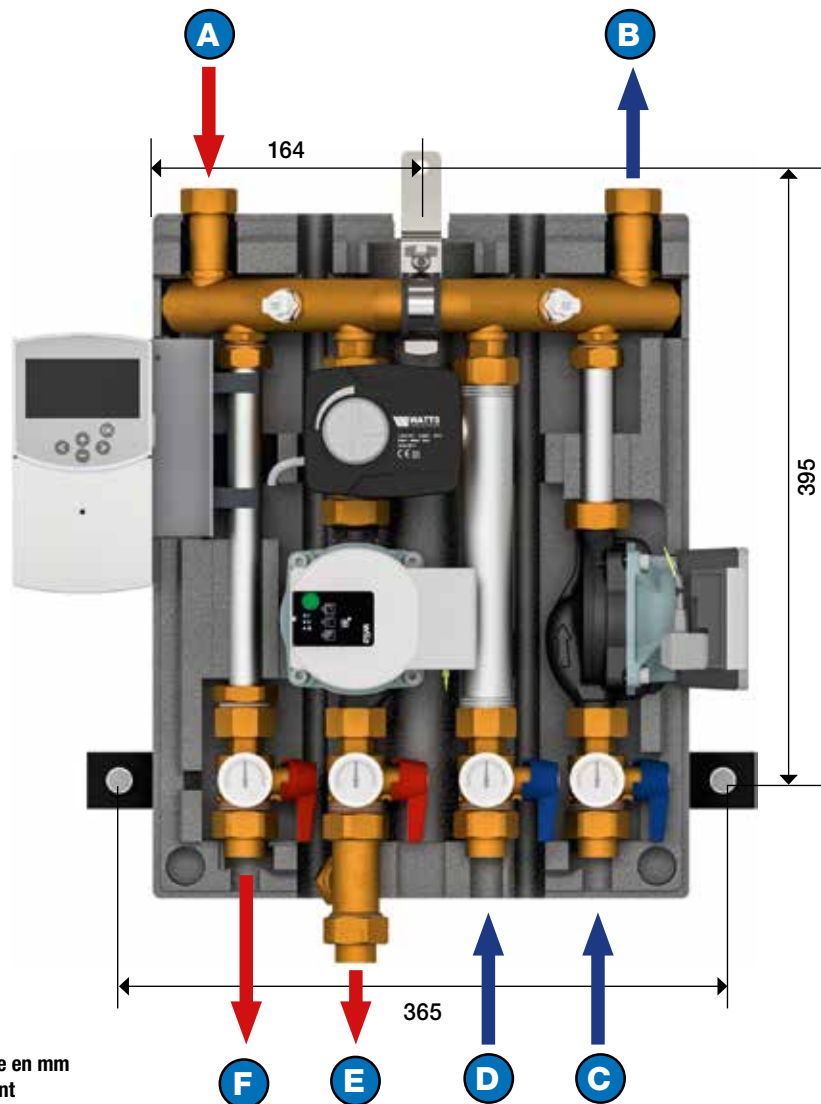

Fig.3: Dimensions de perçage en mm et plan de raccordement
- Procédez au marquage des points de perçage pour le montage du poste de régulation Wattmix (voir Fig. 3 sur la page 7).
- Reliez les canalisations montantes et descendantes (pos. A-F) au poste de régulation Wattmix (voir Fig. 3).
- Fermez les robinets à boisseau sphérique des conduites montantes et descendantes (voir Fig. 3 sur la page 7).
- Ouvrez lentement les robinets à boisseau sphérique des conduites montantes et descendantes (voir Fig. 3 sur la page 7)
- Ouvrez lentement les robinets à boisseau sphérique des conduites montantes et descendantes (voir Fig. 3 sur la page 7).